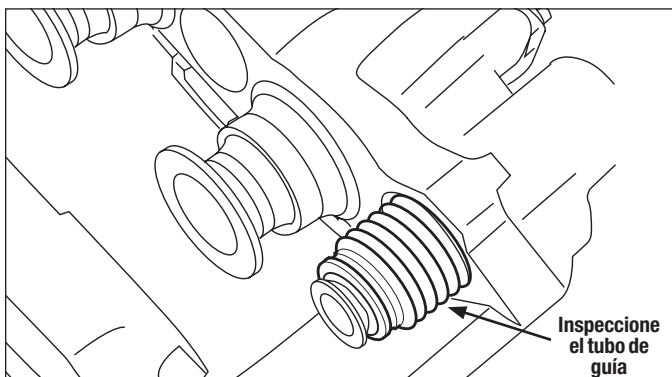

Figura 28 – Inspección del tubo de guía del pasador guía (en esta imagen no se muestra el soporte)
4.5.4 Consulte las figuras 28 y 29. Una vez que quite las pastillas, deslice el soporte con la mano a la posición interior (consulte la figura 28). Mire a través de la abertura donde están instaladas las pastillas –y también desde abajo– para inspeccionar el tubo de guía interior (9) para cada uno de los pasadores guía. **INSPECCIONE SI HAY DAÑOS, CORTES Y GRIETAS.** Reemplace de inmediato los tubos de guía dañados para evitar que la suciedad o la humedad afecten el movimiento de los pasadores guía (consulte la sección 5.4). Los pasadores de guía dañados o corroídos afectarán el funcionamiento del freno.